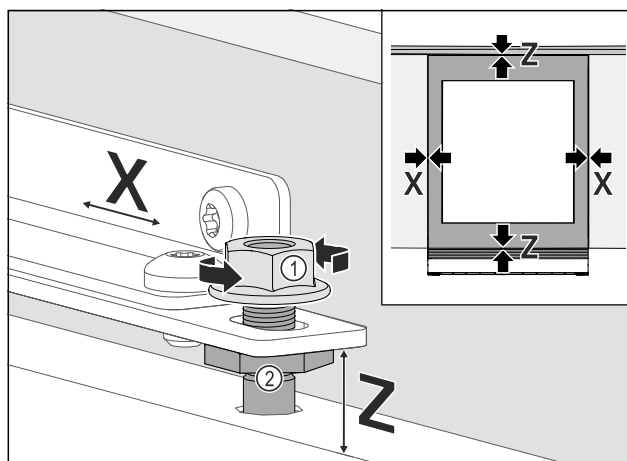

Fig. 102
- ▶ Igazítsa be a szekrényajtót oldalirányban: Oldja ki az ellenanyákat Fig. 102 (1), és tolja el a szekrényajtót X irányba.
- ▶ Húzza meg az ellenanyákat Fig. 102 (1).
- ▶ Igazítsa be a szekrényajtó Z magasságát és oldalirányú dőlését: Állítsa be a szabályozó csapot Fig. 102 (2).